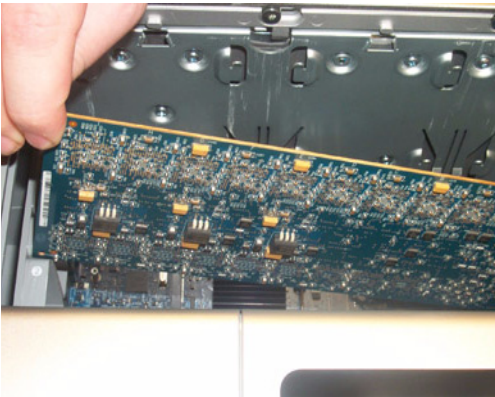

Figure 5. L'avant de la carte est inséré dans la glissière pour carte PCIe
- Faites glisser doucement l'avant de la carte dans la glissière en plastique gris (là où se trouvent les numéros des emplacements) pour cartes PCIe de l'emplacement n° 2, comme l'illustre la figure 5.